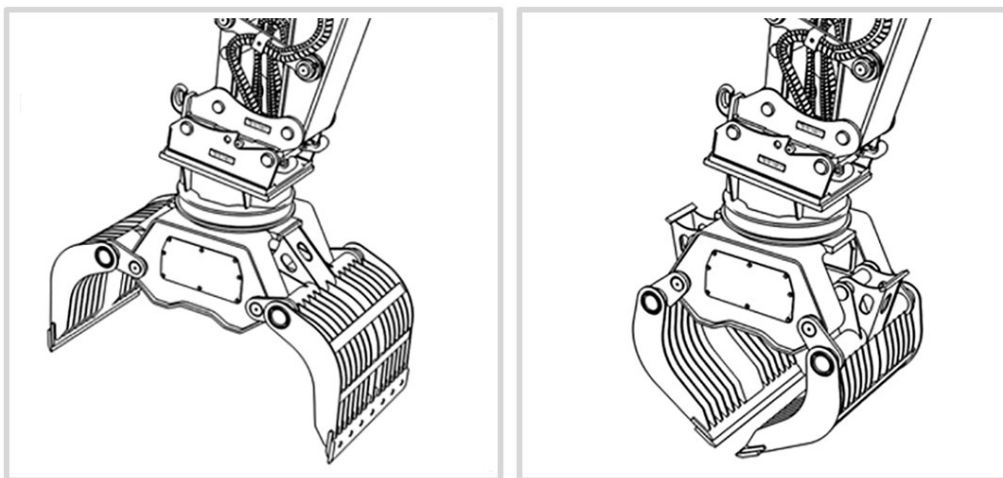

Abbildung 106: Beispiel -alle Hydraulikfunktionen testen
- Die Verriegelungsbolzen befinden sich unter der zu verriegelnden Achse des Geräteadapters, siehe *Abbildung 106* auf Seite 119.